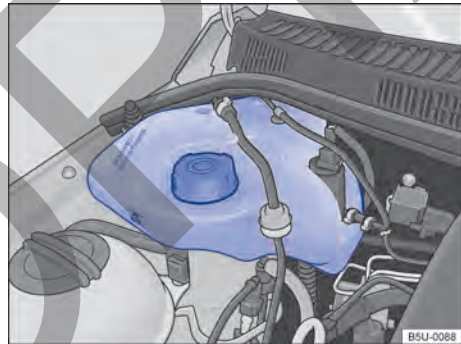

Fig. 210 En el compartimento del motor: depósito de gasolina para el sistema de arranque en frío.
El depósito de gasolina del sistema de arranque en frío se encuentra en el compartimento del motor, del lado derecho → fig. 210.
- Nunca sobrepasar la marca "MÁX" indicada en el depósito → fig. 210.